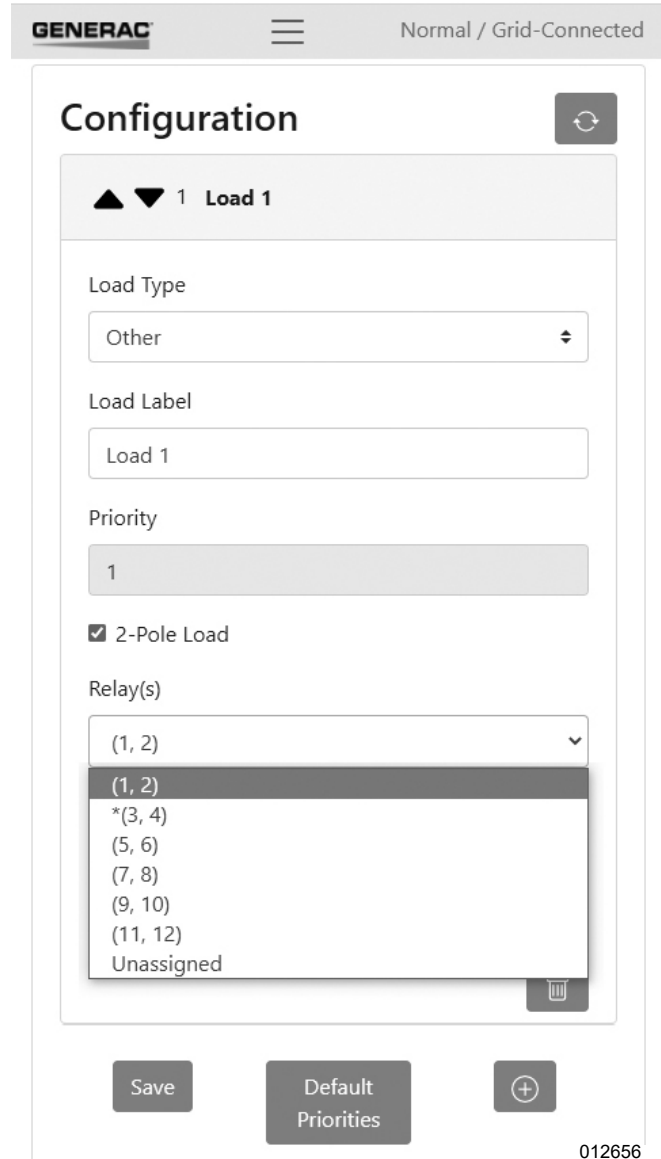

Figure 4-4. Menu de relais bipolaires
1. Voir Figure 4-4. Appuyer sur un circuit pour le sélectionner. Le volet de configuration détaillé s'ouvre pour ce circuit.